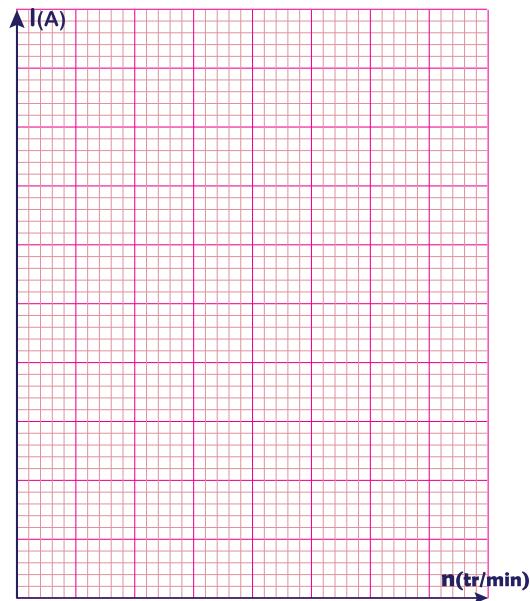

Figure 15
2.1. Tracer la caractéristique électromécanique $I = f(n)$ du moteur sur la figure 15.